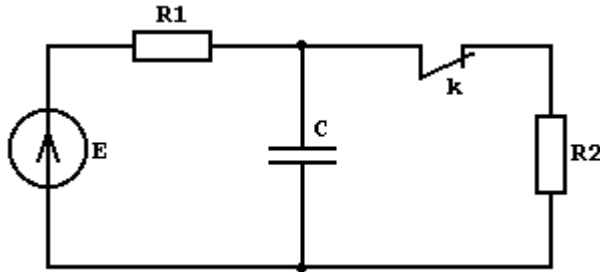
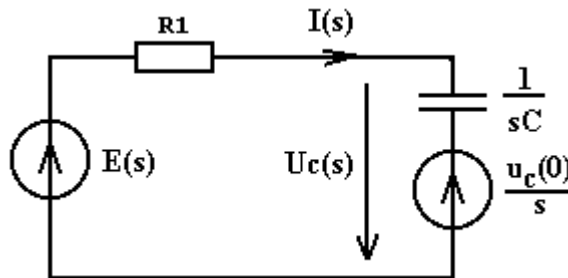

Рисунок 3.1
Рисунок 3.5
В электрической цепи (рисунок 3.1) рассчитать и построить графики переходных тока $i(t)$ и напряжения на реактивном элементе $u(t)$, если $R_1=0.2\text{кОм}$, $R_2=0.2\text{кОм}$, $C=20\text{ пФ}$, $E=20\text{ В}$.
1. В заданной электрической цепи (рисунок 3.1) содержится только один емкостный элемент, в электрическом поле которого может апасаться энергия, поэтому для определения начальных условий используется второй закон коммутации, согласно которому
1. В заданной электрической цепи (рисунок 3.1) определяем начальные условия по второму закону коммутации $u_c(0) = \frac{ER_1}{R_1 + R_2} = 10 \text{ В}$.
2. Составляем операторную схему замещения (рисунок 3.5) при условии что ключ "к" в электрической цепи (рисунок 3.1) разомкнут